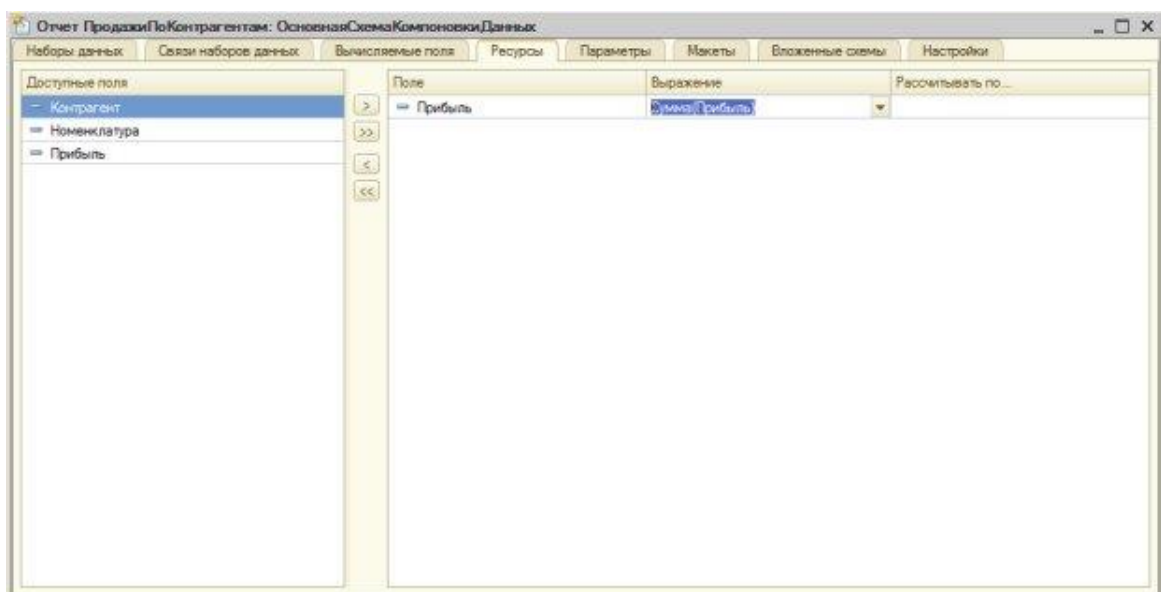

Рисунок 16.2- Выбор ресурсов в конструкторе СКД
4. На закладке **Ресурсы** мы указываем, что поле **Прибыль** является ресурсом, применяем к нему функцию **Сумма**, Рисунок 16.2.